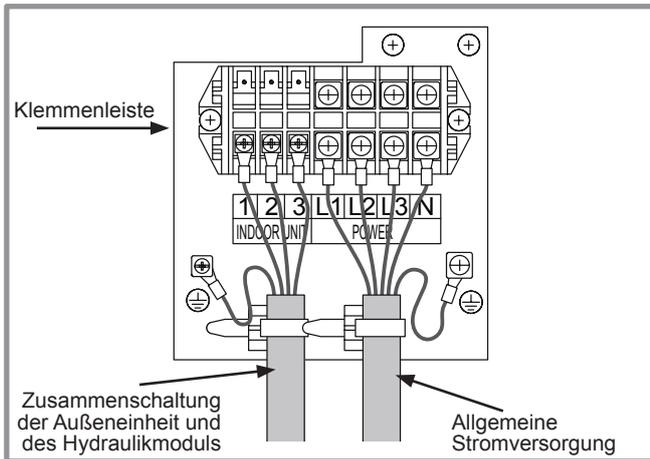
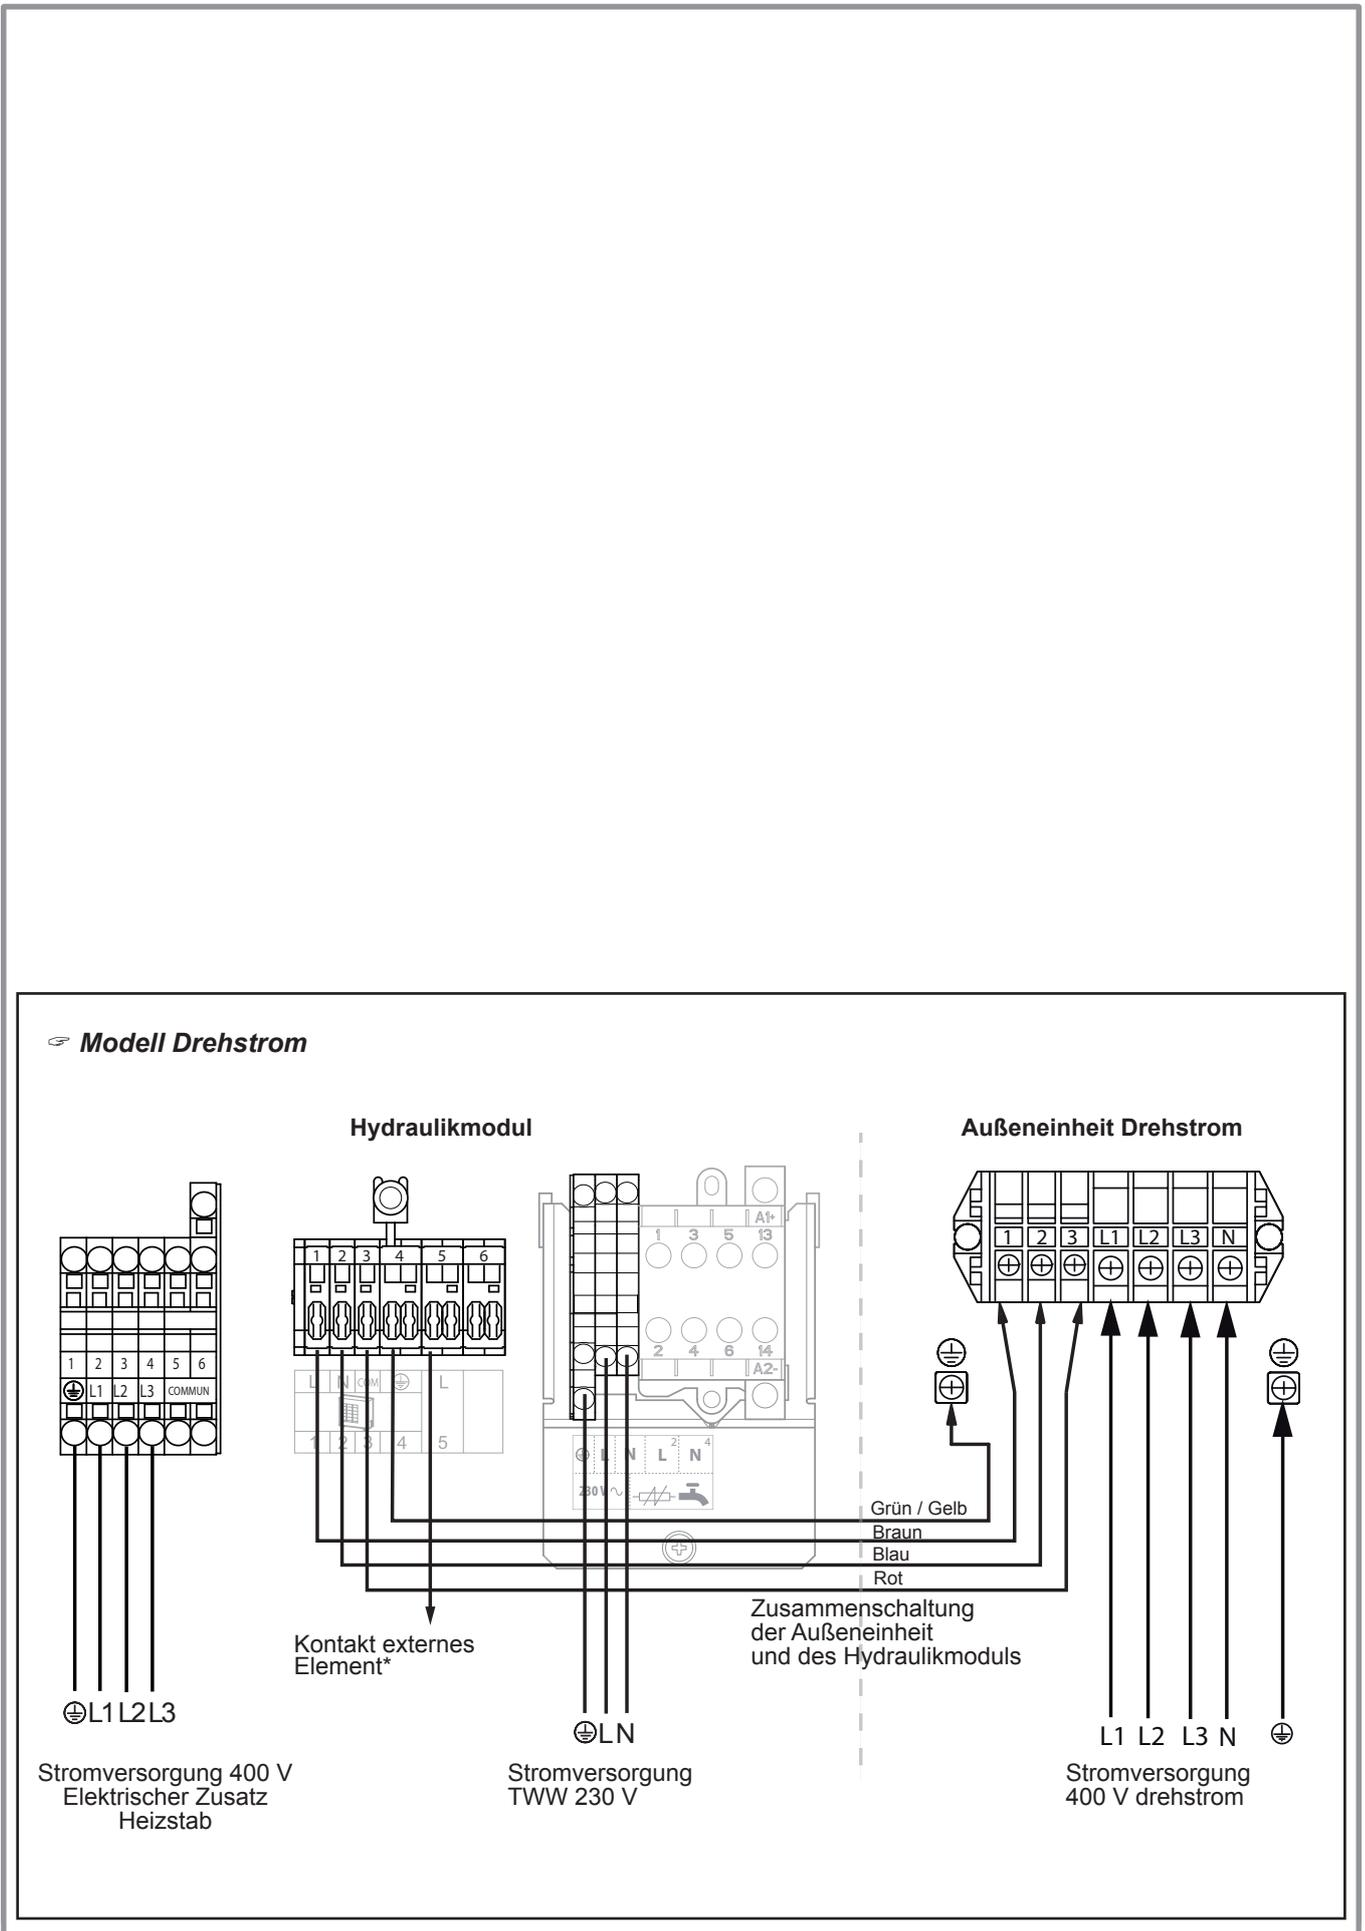

Abbildung 36 - Anschlüsse an der Klemmenleiste der Außeneinheit Drehstrom
Abbildung 42 - Anschließen an die Klemmenleisten und Leistungsrelais
- Die Anschlüsse gemäß den Skizzen Abbildung 36 und Abbildung 42, Seite 35 ausführen.
Die Anschlüsse gemäß der Skizze **Abbildung 42** ausführen.